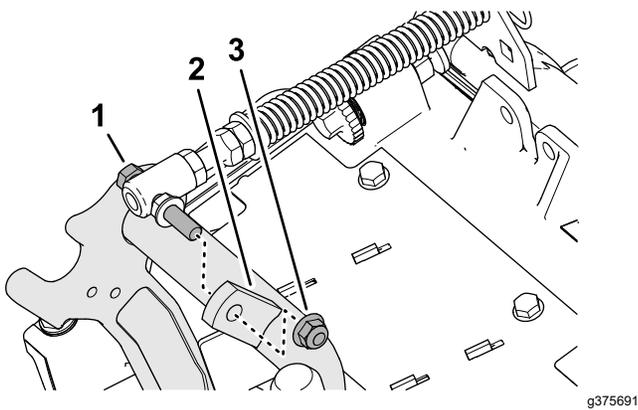

Figure 18
- Retirez le contre-écrou à embase (3/8 po) qui fixe la vis du ressort de compensation sur la patte droite du bâti porteur, et retirez le ressort de compensation de l'unité de coupe (Figure 18).